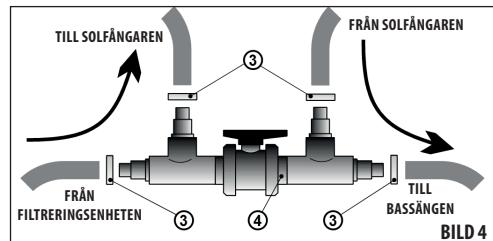

BILD 4
- 2) Om den manuella förbikopplingen (4) används skall den anslutas med slanhullar till solfångaren. Anslutningen görs med slangar och slanklämmar (3)-se BILD 4.
- 5) Utloppsslansen från filtreringseenheten ansluts med en slanhull till ena sidan av den manuella förbikopplingen (4).
- 6) Nästa nya slang ansluts med den manuella förbikopplingens kvarvarande slanhull (4) till bassängens returnyunstykke.
- 7) Kontrollera slangkopplingen och dra åt slanklämmaporna (3).